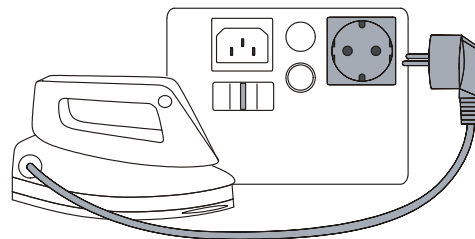

Abbildung 8. Messung des Last-/Schutzleiterstromes
- 1  Stecken Sie den Netzstecker des Prüflings, wie auf dem Tester dargestellt, in die Prüf-/Netzsteckdose, siehe Abb. 8.